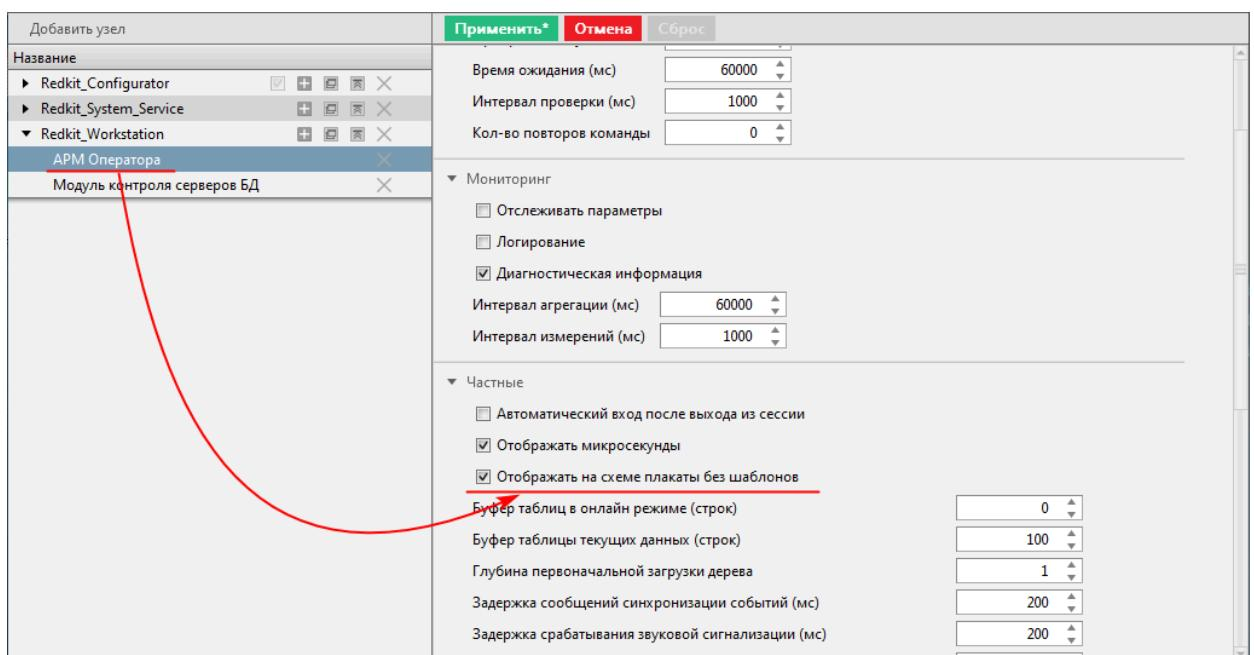

Рисунок 113 - Настройка в модуле «АРМ Оператора»
3. Там же в узлах Redkit_Workstation в модуле АРМ Оператора установите чекбокс у настройки Отображать на схеме плакаты без шаблонов и нажмите Применить (Рисунок 113).